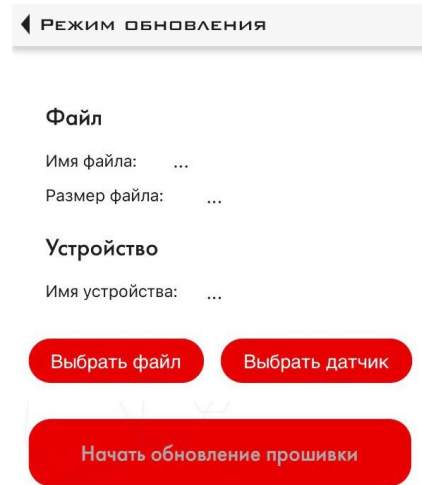

Рисунок 21 – Режим обновления
2.3.15 После открытия режима обновления необходимо дождаться загрузки данных об устройстве (рисунок 21), далее выбрать файл прошивки, ранее скачанный на мобильный телефон с сайта <https://www.fmeter.ru/download/>, после чего нажать кнопку «Начать обновление прошивки».